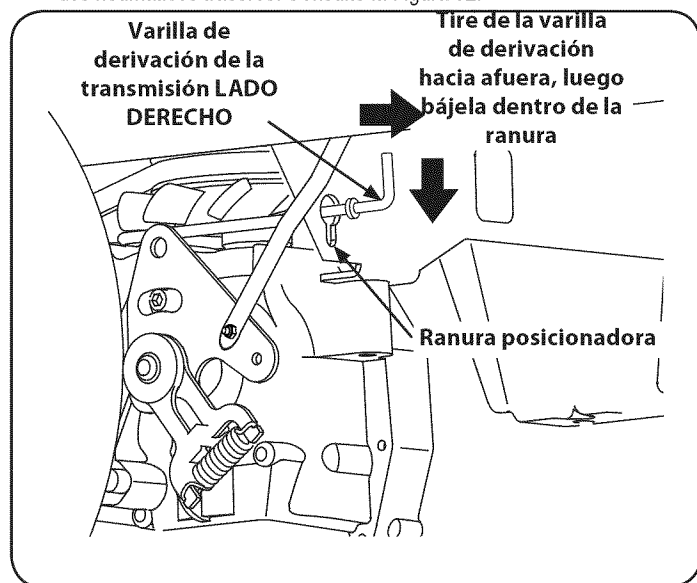

Figura 32
1. Ubique las dos varillas de derivación de transmisión, justo delante de los dos neumáticos traseros. Consulte la Figura 32.